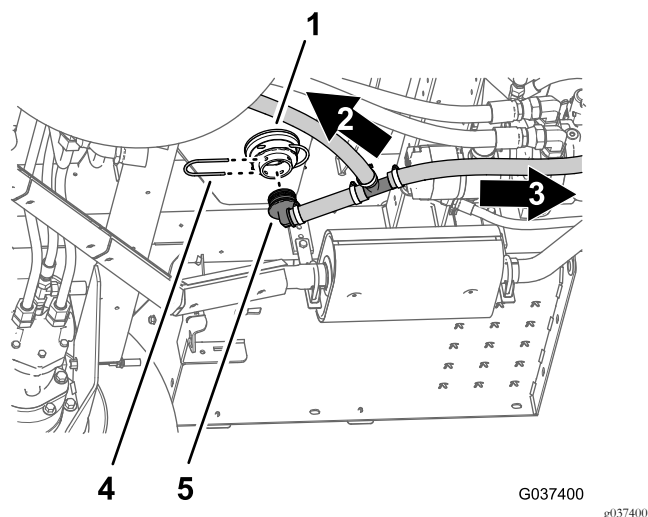

Figura 28
2. Retire a união de 90° da tubagem da união adaptadora (Figura 28).
1. Retire o retentor que prende a união de 90° da tubagem à união adaptadora na parte inferior do depósito do pulverizador (Figura 28).